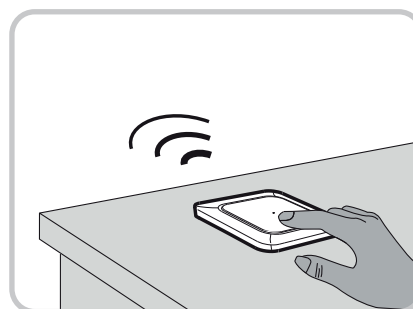

Fig. 9
- läggas på bordet (se Fig. 9)